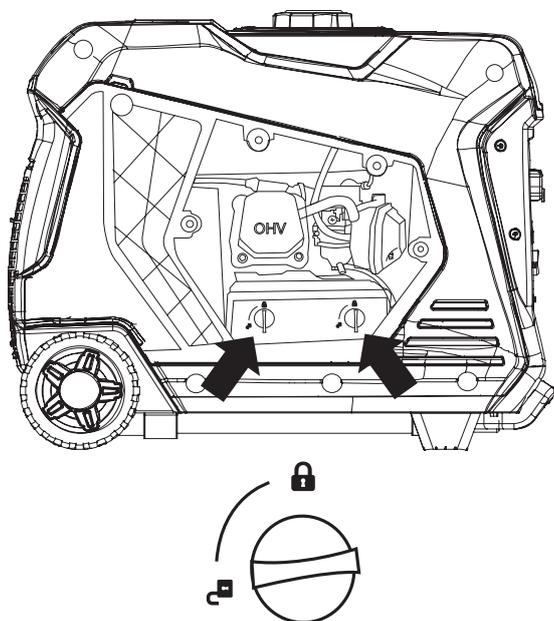

Figure 14: Déverrouiller le couvercle
3. Tournez les 2 boutons du filtre à air pour déverrouiller le couvercle. Abaissez le couvercle pour accéder à l'élément de mousse (voir figure 14).